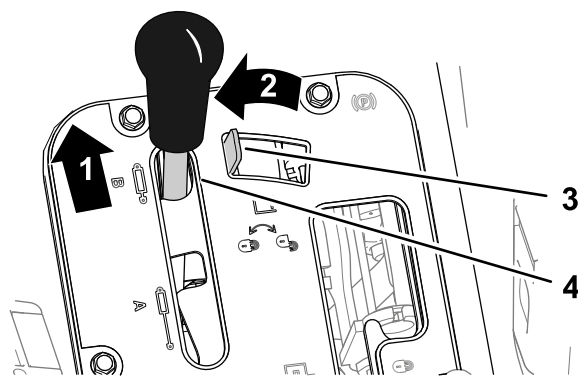
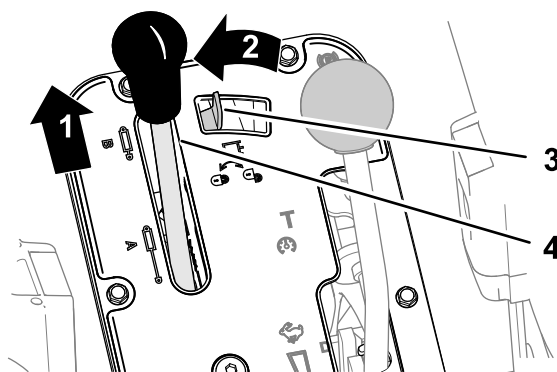

Figure 90
Figure 91
- Poussez le levier de commande hydraulique vers l'avant (Figure 90 ou Figure 91).
- Déplacez le dispositif de blocage de la commande hydraulique vers la gauche pour l'enclencher (Figure 90 ou Figure 91).